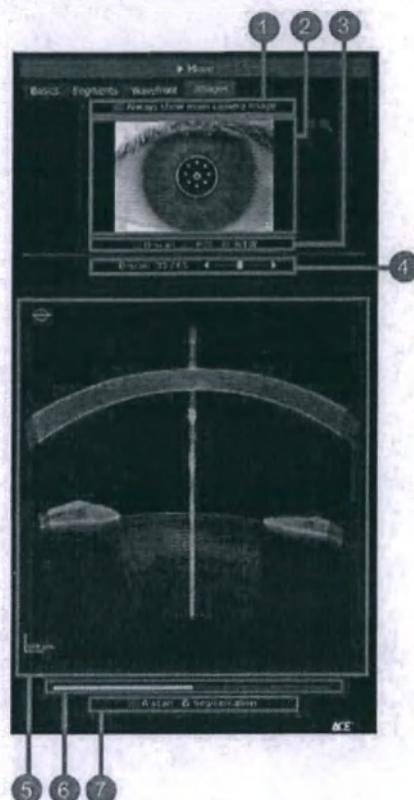

Рис. 30. Вкладка «Визуализация»
Вкладка «Визуализация» отображается, когда выбраны дисплеи «Один глаз OD/OS» или «Мультианализ». На вкладке «Визуализация» изображение с камеры (рис. 30/2) отображается в верхней части экрана. Изображение ОКТ (рис. 30/5) отображается в нижней части экрана.
На изображение с камеры можно выполнить следующие наложения (рис. 30/3):
На изображение сечения ОКТ можно выполнить следующие наложения (рис. 30/4):
Ползунок над ОКТ-изображением (рис. 30/6) показывает общее количество изображений и отображаемое изображение в данный
1. _► Для отображения соответствующего изображения с камеры и изображения ОКТ при прокрутке изображений ОКТ, снимите флажок «Всегда показывать изображение с основной камеры» (рис. 30/7).
2. _► Чтобы всегда отображать изображение с основной камеры, установите флажок «Всегда показывать изображение с основной камеры» (рис. 30/7).
Регулировка яркости и контрастности Ползунок под изображением ОКТ (рис. 30/6) предназначен для регулировки яркости и контрастности изображения.